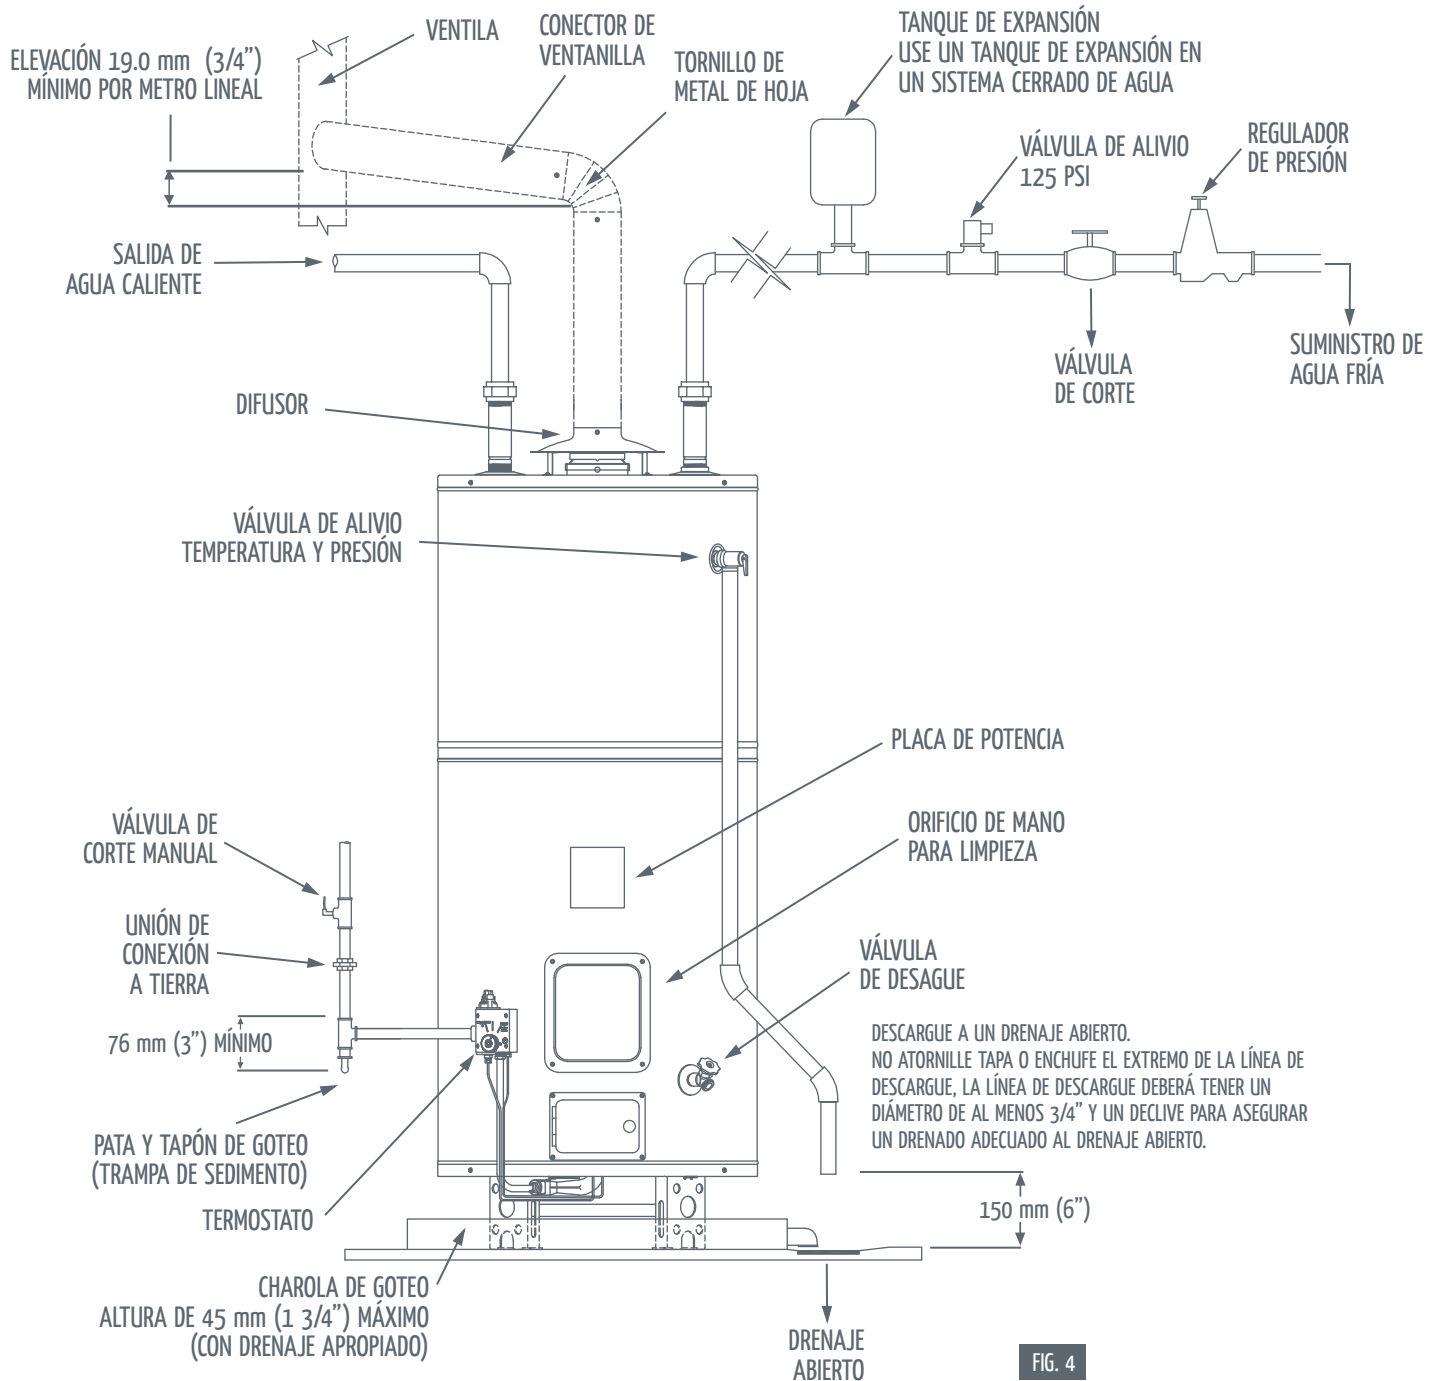

FIG. 4
Instalación - Ver Fig. 4 para una instalación típica. Haga las conexiones necesarias para el suministro de agua fría y la salida de caliente, en el calentador, conexiones para agua caliente en la marca "HOT" y para agua fría en la marca "COLD".
Nota: Si realiza la conexión de agua fría en la parte superior del calentador, asegúrese de que el tubo de inmersión o vena esté en su lugar. Si se utilizan conexiones soldadas, suelde la tubería al adaptador antes de fijar dicho adaptador a la entrada de agua fría en la parte superior, ya que ésta puede contener un tubo no-metálico (vena de plástico). Cuando haga estas conexiones, utilice un compuesto de unión de tubería de buena calidad (sellador para cuerdas). Familiarícese con la ubicación de la válvula de cierre instalada en la línea de suministro de agua fría que alimenta el calentador. (Ver Fig. 4). Si no hay válvula, se deberá instalar una como se muestra en la Fig. 4.
Utilice tubo negro de fierro limpio o de un material equivalente aprobado por las normas o reglamentos para tubería de gas. Instale una tuerca unión en la línea de suministro lo más cerca posible del calentador. Se debe instalar una válvula de corte de gas a una altura de por lo menos 1,50 metros (5 pies) sobre el nivel del piso que sea fácilmente accesible. Una trampa de sedimentos o "pierna de goteo" (consistente de una conexión T, con un niple de 10 cm de largo (4 pulg.) y un tapón "capa" o hembra) se debe instalar como se muestra en la Fig. 4.
No tape o haga conexiones en la punta de la línea de descarga. Asegúrese de que no haga ningún contacto con ninguna parte eléctrica viva. No conecte la línea de descarga directamente al drenaje. (Ver Fig. 4)
Para evitar daños a la propiedad o riesgo de lesiones personales y/o de muerte, se debe permitir la descarga de la válvula de alivio de agua en caso de que se desarrolle una temperatura o presión excesiva dentro del calentador. La función de la válvula de alivio de presión y temperatura es descargar agua en grandes cantidades, cuando las circunstancias así lo requieran. Si la tubería de descarga no es dirigida directamente al drenaje como se muestra en la Fig. 4, o a otro medio adecuado, el flujo de agua puede causar daños a la propiedad.
- 5) Debe terminar en un drenaje adecuado (Ver Fig. 4).
- Válvula de entrada para agua fría, instalada (Ver Fig. 4)
- La línea de descarga protegida contra congelamiento (Ver Fig. 4).
Para evitar posibles lesiones, incendio y explosión, lea estas advertencias antes de intentar encender o reencender el piloto. Revise la placa de datos, al frente del calentador, para verificar el tipo de gas. **No use este calentador con ningún otro gas que no sea el indicado en la placa de datos (Fig. 4).** Si no se usa el gas correcto puede causar problemas que ocasionen la **muerte, lesiones corporales serias o daños a la propiedad.** Si tiene preguntas o dudas a cerca del gas, consulte a su proveedor de gas.